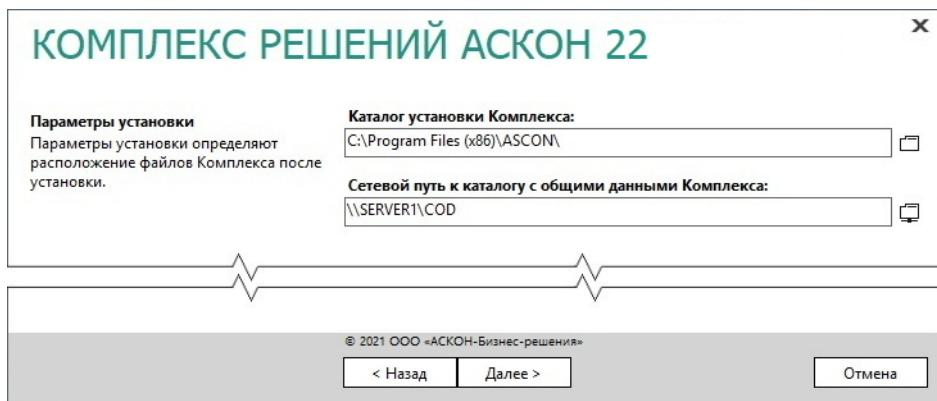

Рис. 4.28
- Укажите полное имя каталога, в который будут установлены указанные компоненты Комплекса (рис. 4.28). При необходимости воспользуйтесь кнопкой **Выбрать**, чтобы указать каталог в стандартном окне Windows.